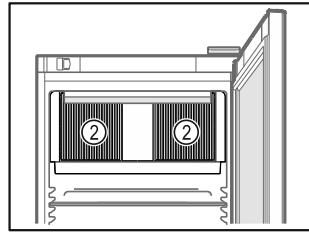

Fig. 62
- ❑ Se till att inte blockera ventilationsgallren Fig. 62 (2) för fläkten inne i skåpet.